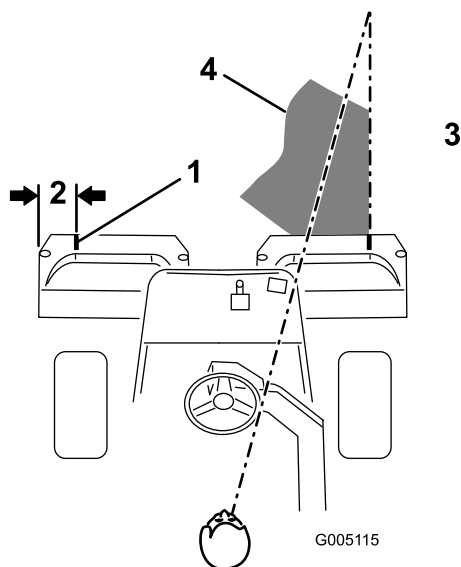
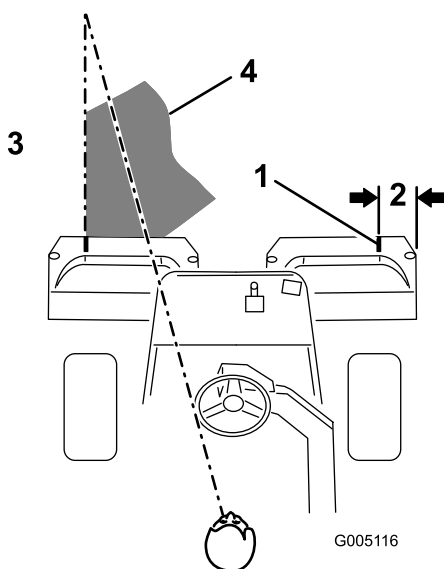

Figura 33
Figura 34
2. Applicare una striscia adesiva bianca, oppure tracciate una linea con della vernice bianca, su ciascun cestello, parallela al bordo esterno del cestello stesso (Figura 33).
3. Durante le passate di ritorno sovrapponetevi uno spazio minimo alla falciatura precedente. Per tosare in linea retta il green e mantenere la macchina alla medesima distanza dal bordo della falciatura precedente, immaginate una linea da 1,8-3 m circa davanti alla macchina fino al bordo della sezione di green da tosare (Figura 33 e Figura 34). Potrebbe essere utile includere nella linea di collimazione il bordo esterno del volante, vale a dire, tenere allineato il bordo del volante con un punto che si trovi sempre alla stessa distanza dalla parte anteriore della macchina (Figura 33 e Figura 34).